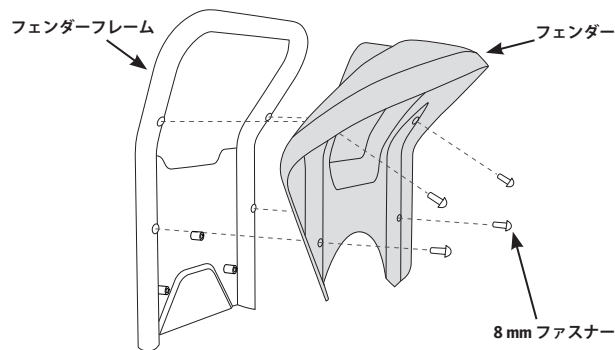

図 73. フェンダーをフェンダーフレームから取り外します
4. フェンダーからフェンダーフレームを取り外して、4 mm 六角レンチを使って 4 個の 18 mm ファスナーを取り外します (図 73 を参照します)。